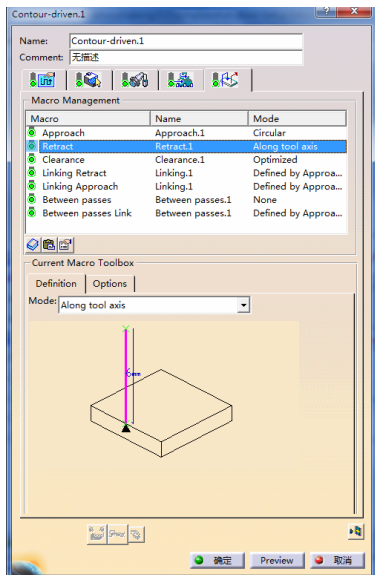

图 3-60 设置“Retract”参数（2）
- 在“Macro Management”区域的列表框中选择“Retract”, 单击鼠标右键, 在弹出的快捷菜单中选择 Activate 命令, 在“mode”下拉列表中选择“Along tool axis”, 设置“Activate”参数 (2), 如图 3-60 所示。